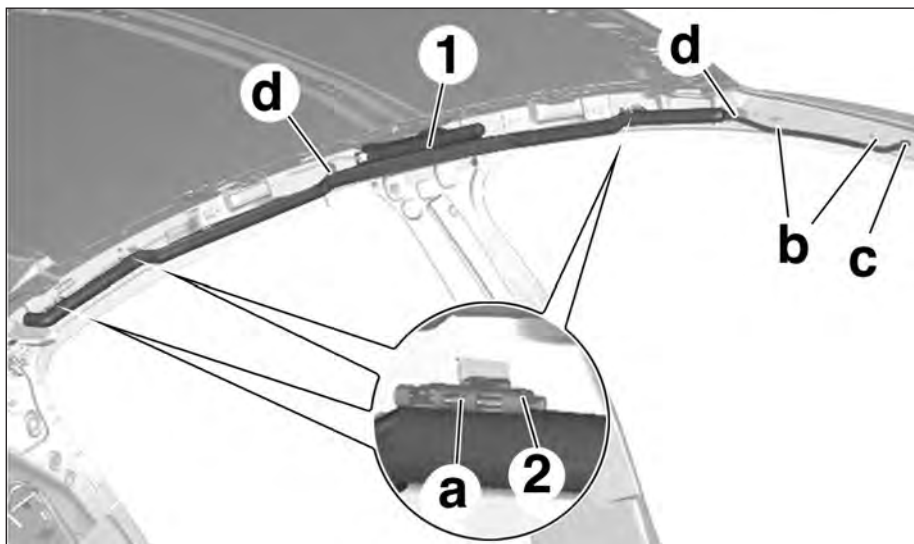
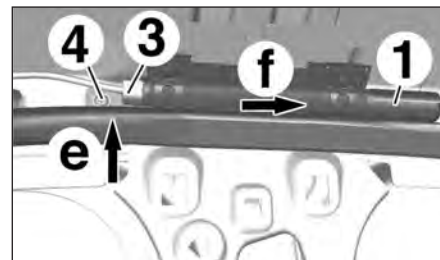

FIG.15
FIG.16
- Dégrafer l'airbag (1) (Fig.15) :
- l'agrafe (2) en (a) à l'aide d'un tournevis fin,
- Débrancher le connecteur (3) (Fig.16).
- Déposer la vis (4).
- Soulever l'airbag (1) suivant la flèche (e),
- Pousser l'airbag (1) suivant la flèche (f).